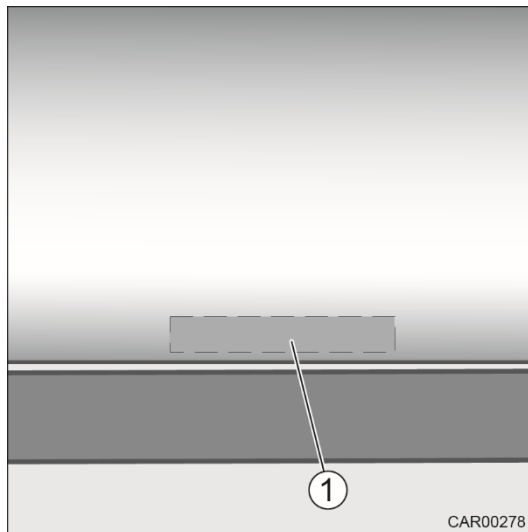

Fig. 104 Portillons des meubles avec fermeture à poignée cachée
1. Pousser la poignée (Fig. 104/1) vers le bas.
1. Saisir le bord inférieur derrière le portillon du meuble et pousser la poignée cachée (Fig. 104/1) vers l'avant.